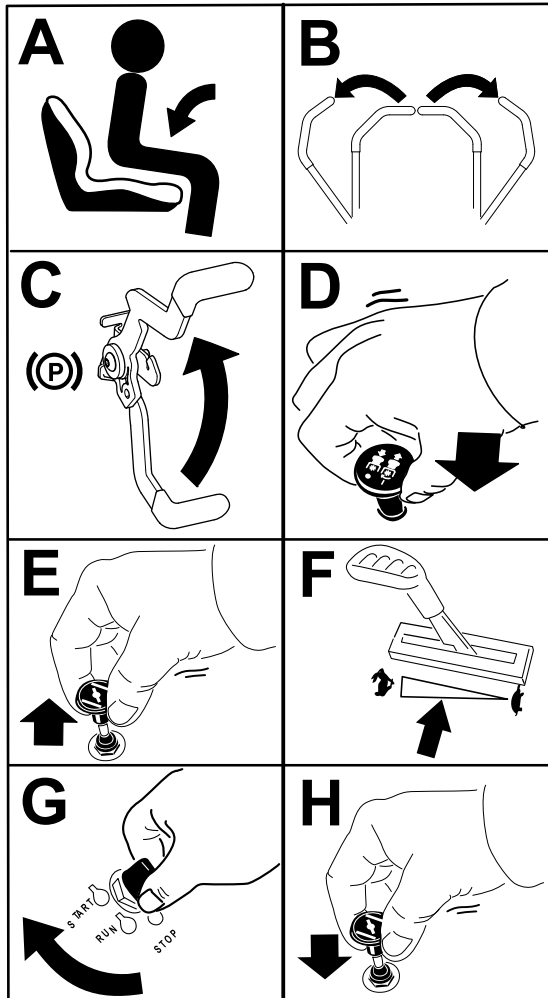

Figura 21
1. Desengrane las cuchillas moviendo el mando de control de las cuchillas a la posición de **DESENGRANADO** (Figura 21).